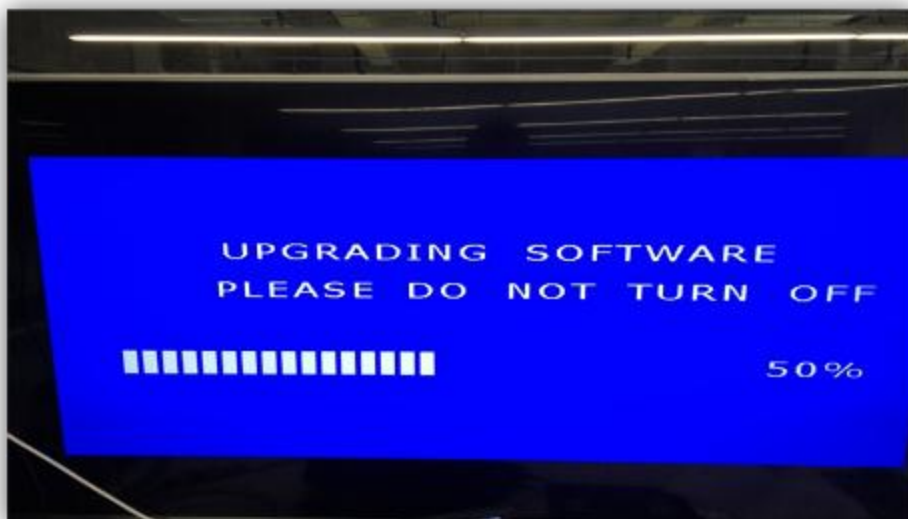

图 2-3 利用 USB 升级主机芯以及相关升级提示信息
(3) 重新开启电视机, 系统将自动进行升级。升级过程中将出现图 2-3 相关提示信息。